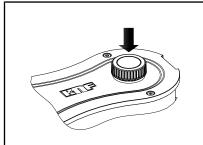

Abb.4: Ein-/Ausschalten der Pumpe
- Schalten Sie die Pumpe durch Drücken des Dreh-/Druckknopfs ein (siehe Abb. 1/3, siehe Abb. 4).
- Schalten Sie die Pumpe mit Dreh-/Druckknopfs (siehe Kapitel Abb. 4).